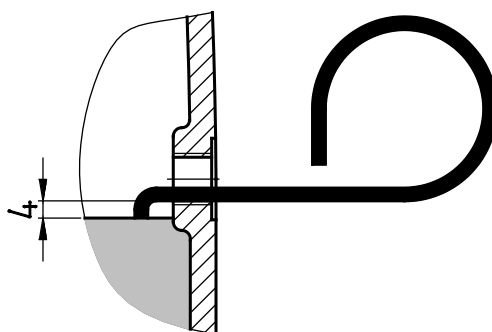

Рисунок 26: Проверка уровня масла с помощью масломерного стержня
2. Проверить уровень масла с помощью прилагаемого масломерного стержня (артикул № 2830050), как изображено на Рисунок 26. Часть стержня, погружаемую в масло, держать вертикально. Максимальный уровень масла – нижний край отверстия для контроля уровня масла. Минимальный уровень масла находится на расстоянии 4 мм от нижнего края отверстия для контроля уровня масла. Удерживая маслоизмерительный стержень вертикально, погрузить его в масло.